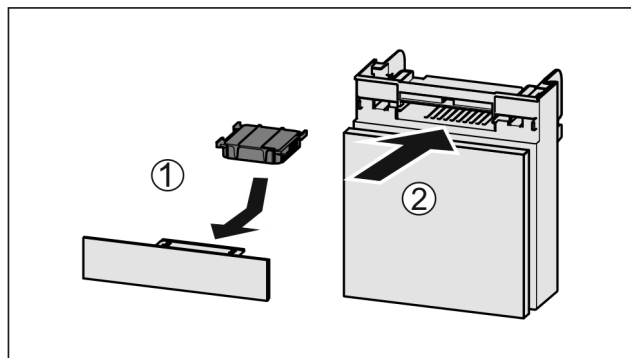

Fig. 51
- ▶ Вставити фільтр з активованого вугілля за малюнком Fig. 51 (1).
- ▶ Вставити відділення Fig. 51 (2).